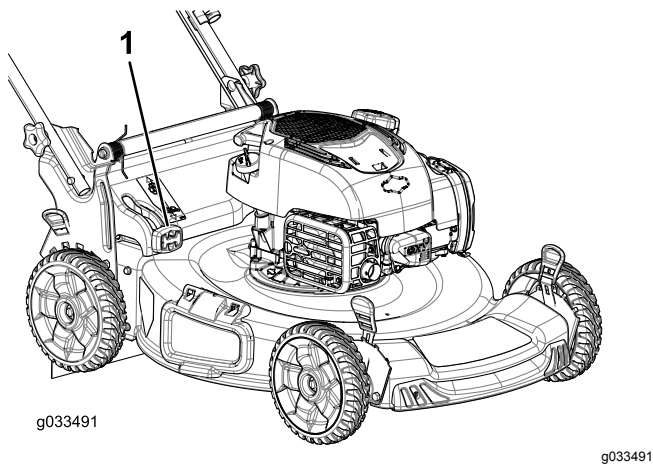

Figure 21
- **Pour ramasser les déchets d'herbe et de feuilles**, appuyez sur le bouton du levier de ramassage sur demande et déplacez le levier complètement en avant jusqu'à ce que le bouton ressorte (Figure 21).